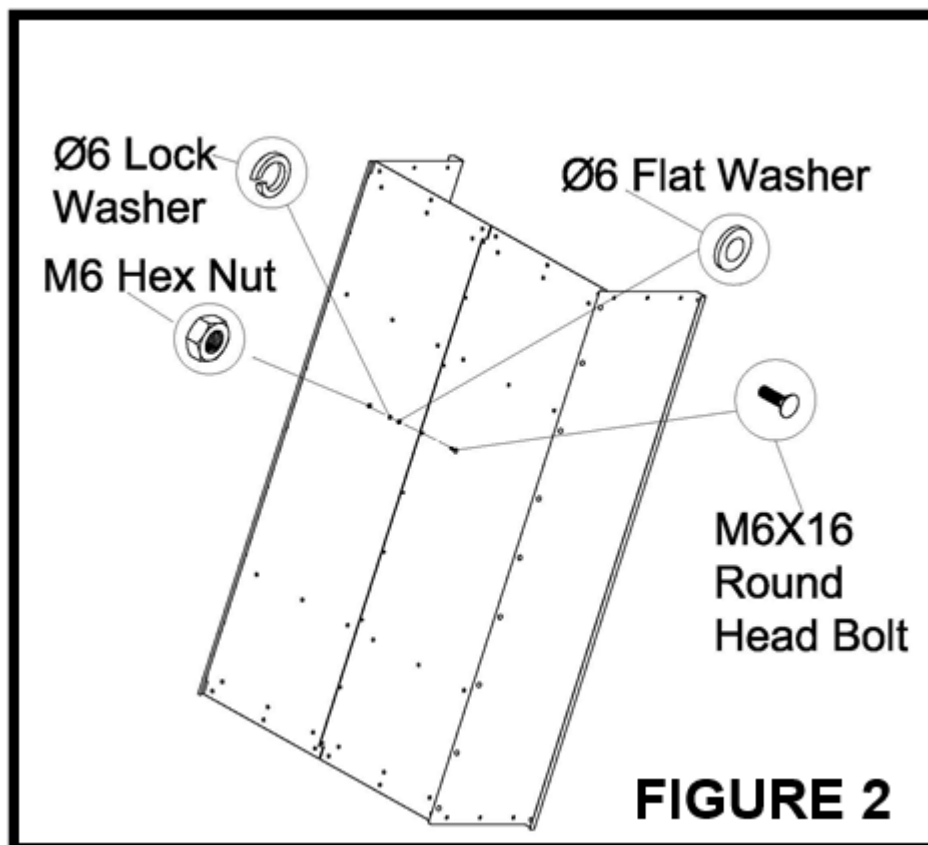

Abbildung 2
4. Stellen Sie die beiden Hälften des Wagens senkrecht auf eine glatte, ebene Fläche, z. B. einen Garagenboden oder eine asphaltierte Einfahrt. **Siehe Abbildung 2.**
5. Verbinden Sie die beiden Hälften mit neun Sechskantschrauben M6x16, Unterlegscheiben Ø6, Sicherungsscheiben Ø6 und Sechskantmuttern M6, **wie in Abbildung 2 dargestellt. Noch nicht festziehen.**